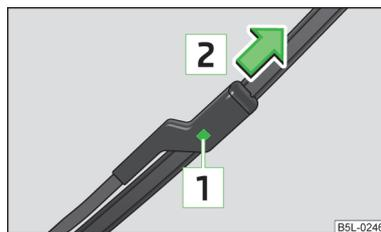

Fig. 32
- Presione el seguro A » fig. 32 y desmonte la escobilla en el sentido de la flecha Z.